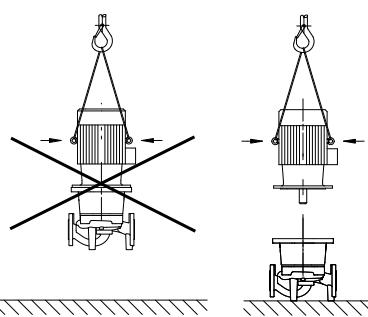

Fig. 20: Trasporto del motore
- Utilizzare gli anelli di sollevamento del motore solo per sostenere il carico del motore, non quello dell'intera pompa (Fig. 20).